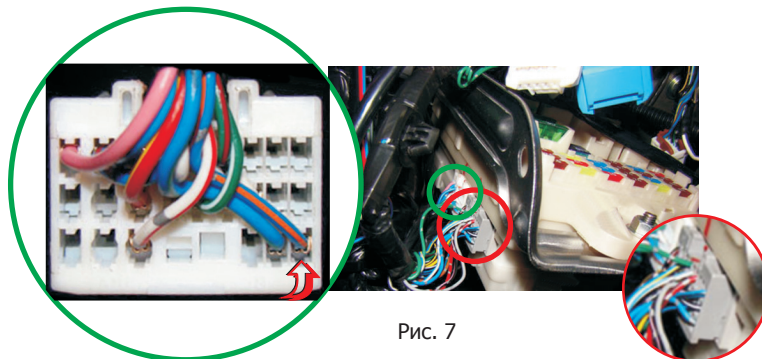

Рис. 7
1. Найти зеленый провод на разъеме в нижней части левого торца монтажного блока (см. Рис. 7)
Белый/красный провод модуля подключается к синему/оранжевому проводу в разъеме указанному на Рис. 7. Разъем находится в нижней части левого торца монтажного блока.